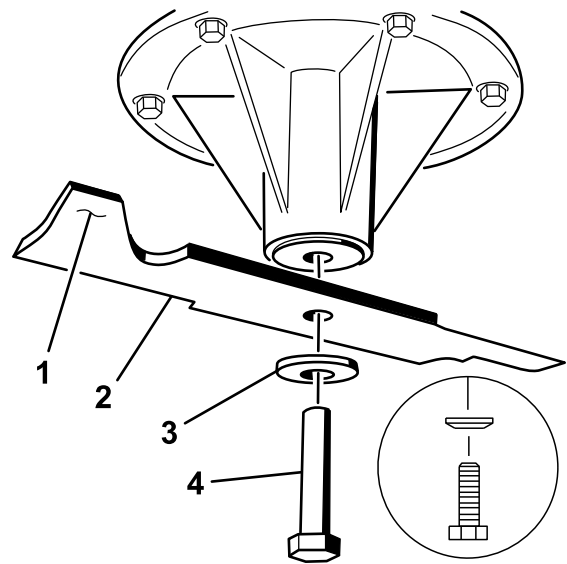

Figure 93
2. Enlevez de l'axe, le boulon, la rondelle bombée et la lame (Figure 93).
- Si la lame est déséquilibrée, limez un peu l'extrémité de l'ailette seulement (Figure 93).